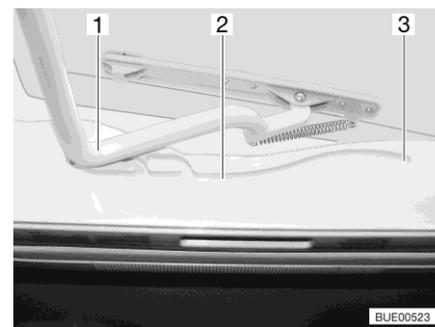

Bild 87 Führung (Heki-Dachhaube)
- Den Bügel (Bild 87,1) in den Führungen (Bild 87,2) bis in die hinterste Position (Bild 87,3) ziehen.
- Den Bügel (Bild 87,1) mit beiden Händen leicht nach oben drücken.
- Den Bügel in den Führungen (Bild 87,2) bis zur gewünschten Stellung ziehen.